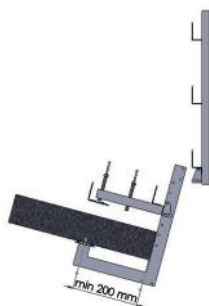

fig. 6
- Installare il braccio superiore della morsa nella posizione idonea per permettere al parapetto di essere installato al punto di ancoraggio (vedi fig. 6 a pag. 9). Nel caso in cui il montante sia installato su una copertura con falda inclinata e soletta orizzontale, posizionare il braccio superiore della morsa nell'inclinazione idonea (parallelo alla falda);
- **Il montante deve essere posizionato il più vicino possibile al punto di ancoraggio, considerando che la piastra inferiore della morsa non deve distare meno di 200 mm dall'estremità dello stesso (vedi fig. 6 a pag. 9);**